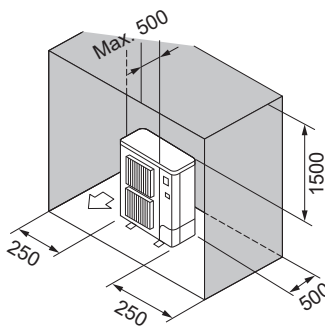

Fig. 2-8
- ⑥ Obstacles uniquement à l'avant et à l'arrière (Fig. 2-8)